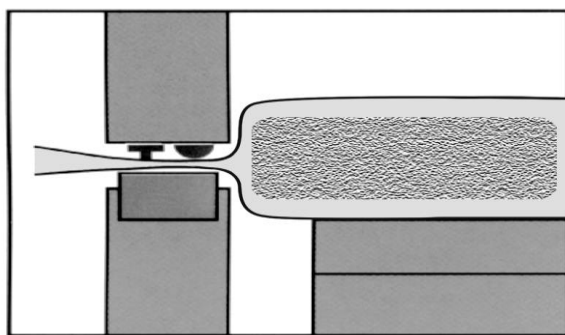

Рис.2
- Пакет с продукцией укладывается в зону вакуумирования. Продукт в пакете должен как можно ближе прилегать к термосваривающей планке (Рис. 2) для улучшения внешнего вида и наиболее полного облегания продукта.